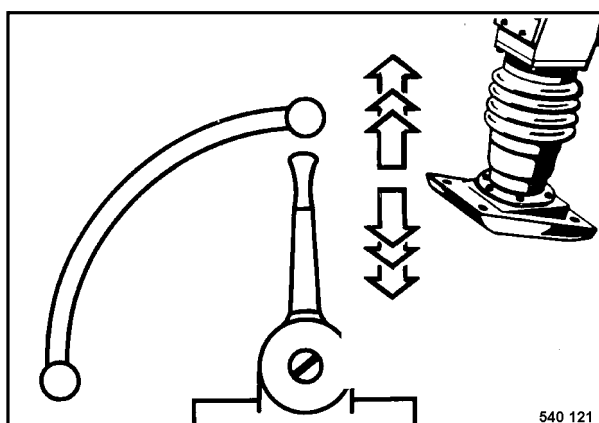

Fig. 1
- Colocar la palanca reguladora del número de revoluciones (Fig. 1) en posición MAX.